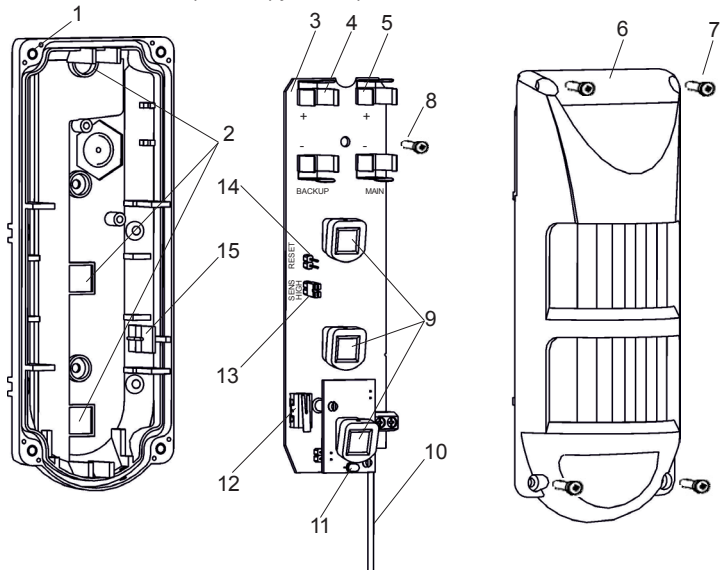

Рисунок 1 — Извещатель
Извещатель (рисунок 1) состоит из основания (1), печатной платы (3) и крышки (6). На печатной плате расположены держатели двух батарей CR123A — основной (5) и резервной (4), три ИК пироприемника (9), антенна (10), входит в комплект поставки, двухцветный световой индикатор (11), датчик вскрытия корпуса (12), переключатель SENS HIGH (13) и контакты RESET (14). Печатная плата фиксируется на основании защелкой (15) и винтом (8). Крышка (6) крепится к основанию (1) четырьмя винтами (7) с использованием герметизирующей прокладки.